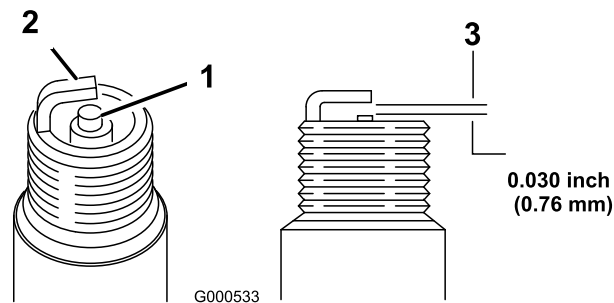

Figura 22
5. Setează distanța bujiei la 0,76 mm; consultați Figura 22.